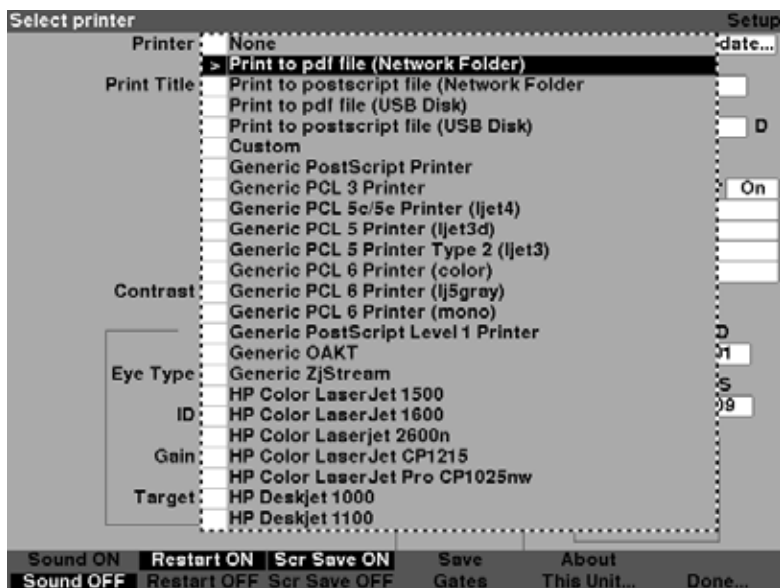

Figura 5-21 Campo da impressora aberto
2. Pressione o botão giratório ou o botão $\sqrt{}$ para ativar o campo, indicado pela borda tracejada conforme mostrado na Figura 5-21.